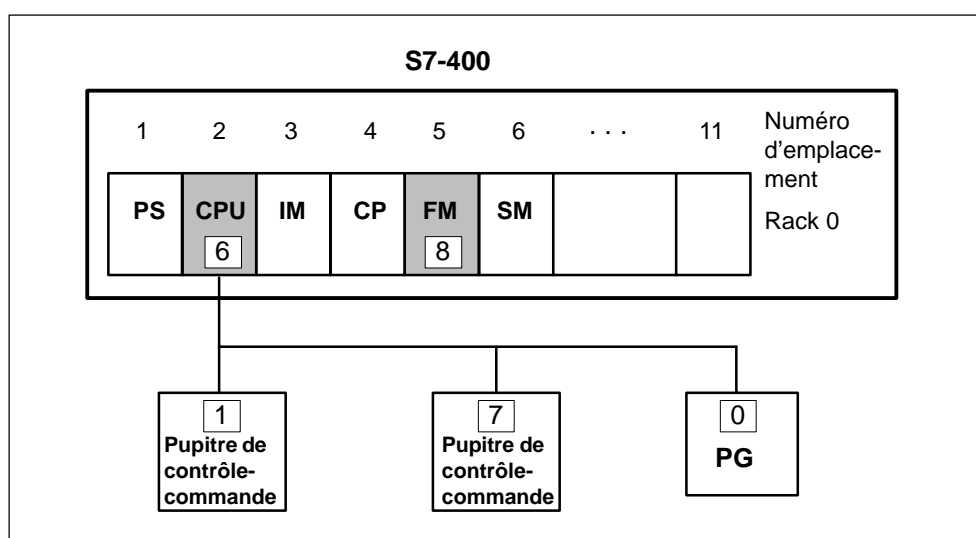

Figure 6-6 Configuration de réseau avec S7-400 et pupitre de contrôle-commande – un rack
La figure 6-6 représente une configuration de réseau simple avec un rack.
Afin que le pupitre de contrôle-commande puisse communiquer avec l'unité centrale (CPU) représentée en gris sur la figure 6-6, vous devez entrer les paramètres suivants dans la configuration pour le *partenaire de la communication* :
Tableau 6-9 Exemple pour la figure 6-6
Afin que le pupitre de contrôle-commande puisse communiquer avec le module fonctionnel (FM) représenté en gris sur la figure 6-6, vous devez entrer les paramètres suivants dans la configuration pour le *partenaire de la communication* :
Tableau 6-10 Exemple pour la figure 6-6